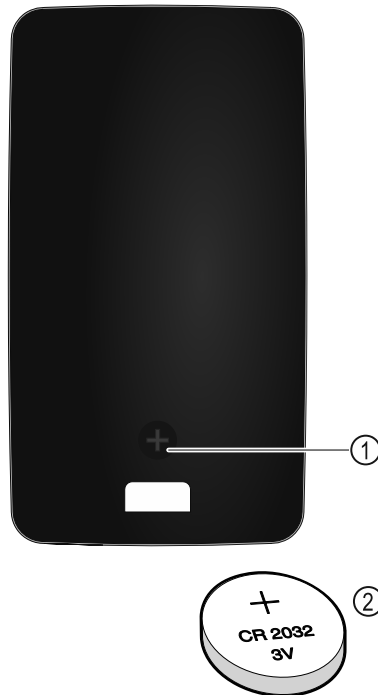

Fig. 255
Η τροφοδοσία ρεύματος του τηλεχειριστηρίου πραγματοποιείται από μια μπαταρία του τύπου CR 2032 με 3V Fig. 255 (2), η οποία είναι διαθέσιμη στο εμπόριο.
- ▶ Ξεβιδώστε τη βίδα Fig. 255 (1) στην πίσω πλευρά του τηλεχειριστηρίου.